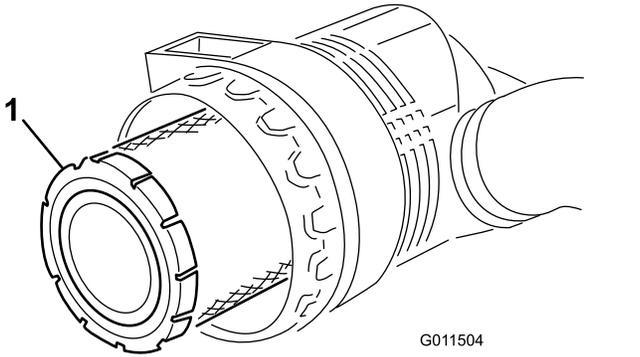

Bild 46
- Entfernen Sie den Hauptfilter (Bild 46).
- Wechseln Sie den Hauptfilter aus (Bild 46).